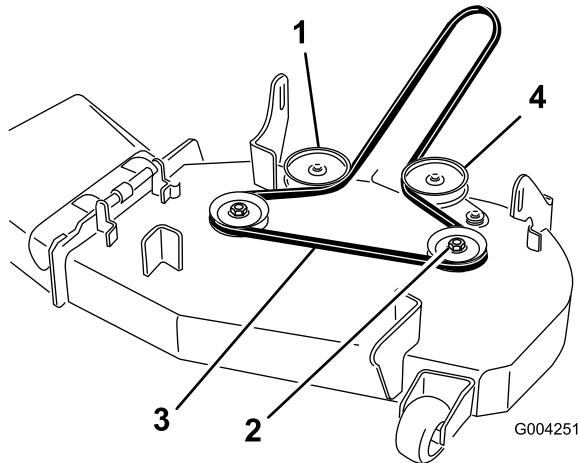
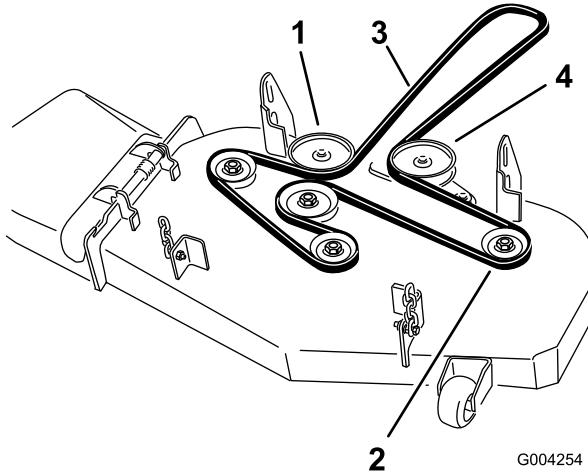

Figura 44
Figura 45
- Tirate il braccio di rinvio per allentare la tensione della cinghia sulla puleggia del fusello sinistro (Figura 44 o Figura 45).
7. Installate la nuova cinghia attorno alle pulegge (Figura 44 o Figura 45).